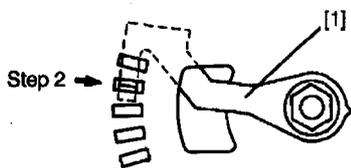

图 3-2 调节杆的位置
- (1) 根据第四章所述取下打印机的机械部份。
- (2) 拧松螺母[2]。
- (3) 利用小插杆插入  $\text{Ø}2.5\text{mm}$  孔[7]中来转动字车轴[8]，用以调校打印头在左端与滚筒的间隙。把插杆拨向滚筒为收紧；反方为放宽。
- (4) 完成左边的调校后，固定小插杆的位置并转动字车轴套环[9]来调校右端的间隙。
- (5) 调校完后，将调节杆[1]设置如图 3-2 的位置，然后拧紧螺母[2]。